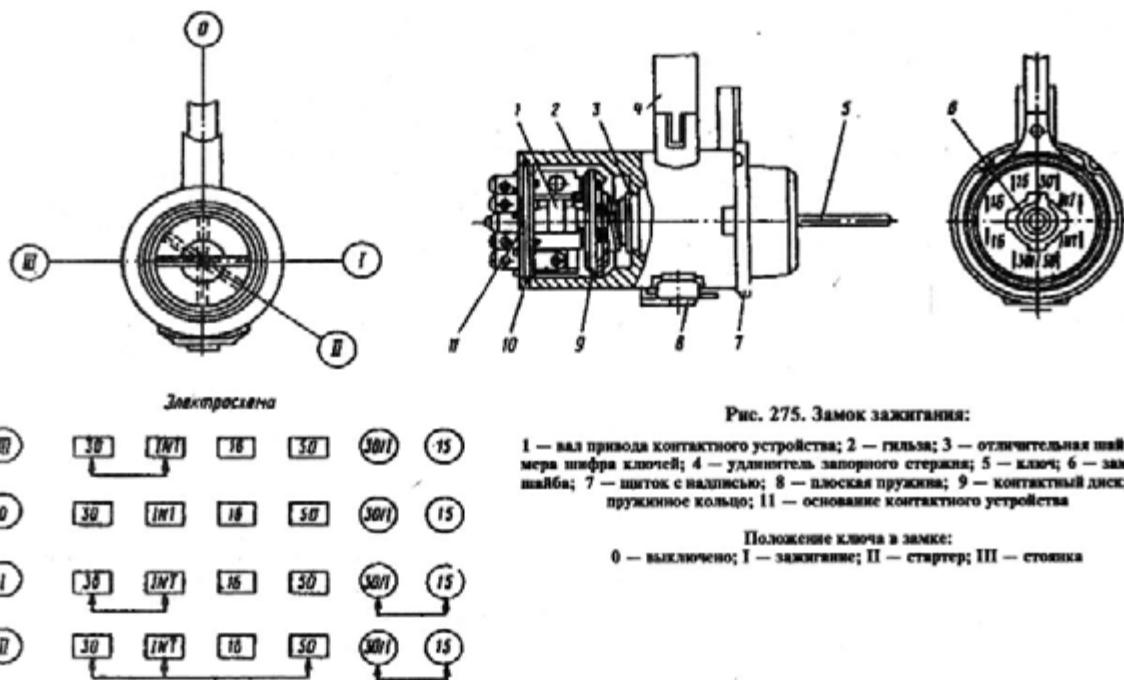

Рис. 275. Замок зажигания:
Ключ в замке зажигания может иметь четыре положения (рис. 275), обеспечивающие требуемое соединение выводных клемм и осуществляя запирание или отпирание вала рулевого управления. В табл. 40 указаны цепи питания потребителей электроэнергии, включаемые контактным устройством замка в 0, I, II и III положениях ключа в замке.
При проверке контактной системы замка пользуйтесь схемой, приведенной на рис. 275.
6. Выньте замок из кронштейна, утопив плоскую пружину 8 (рис. 275) отверткой, установленной в зазор между гильзой 2 замка и отверстием кронштейна со стороны выводных клемм контактного устройства.